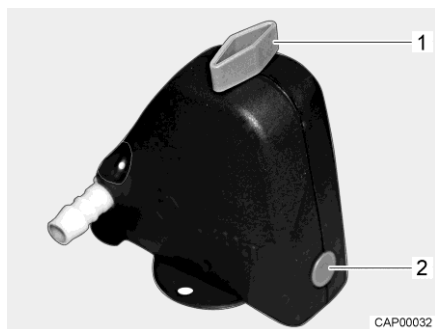
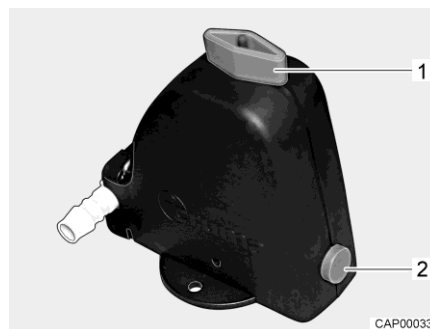

Fig. 98 Valvola di sicurezza/di scarico chiusa
Fig. 99 Valvola di sicurezza/di scarico aperta
- Aprire la valvola di sicurezza/di scarico (Fig. 98). A tal fine ruotare la manopola (Fig. 98,1) nel senso della lunghezza della valvola di scarico. Il bottone automatico (Fig. 98,2) scatta all'infuori. La valvola di sicurezza/di scarico aperta è rappresentata in Fig. 99.